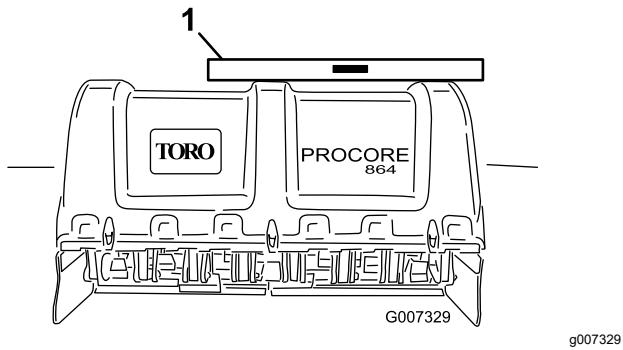

Bild 15
2. Legen Sie eine Wasserwaage auf den Rahmen der Maschine und prüfen Sie die seitliche Waagerechte (Bild 15).